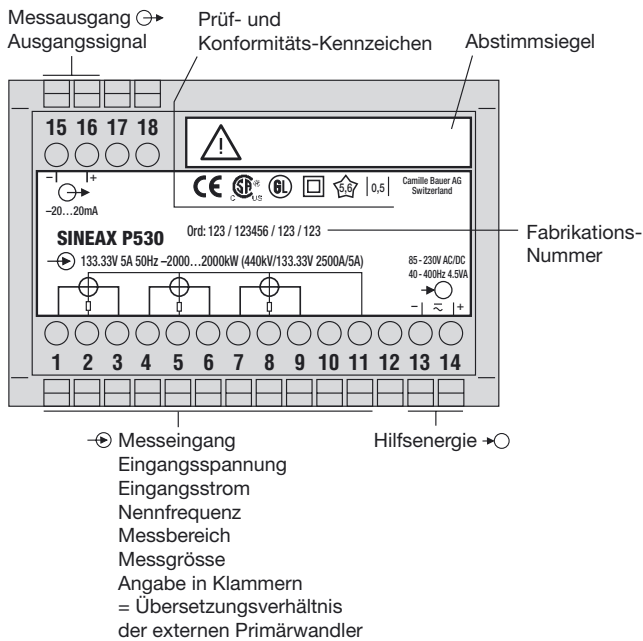

Bild 5. Erklärungen zum Typenschildbeispiel.
... dass die Daten, die zur Lösung der Messaufgabe erforderlich sind, mit denen auf dem Typenschild des SINEAX P530/Q531 übereinstimmen (⊖ Messeingang, ⊕ Messausgang und → Hilfsenergie, siehe Bild 5)!
- Abstimmisiegel (kleines Klebeschild) entfernen (Bild 5).